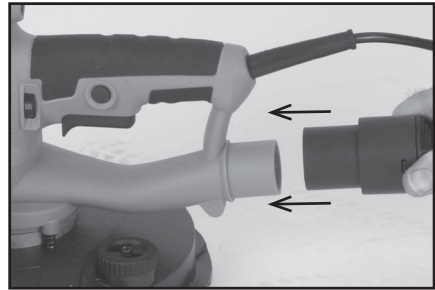

Fig. 3
- Poussez le tuyau d'aspiration des poussières sur l'orifice d'aspiration des poussières situé sur la partie principale de la machine. (Fig. 3)